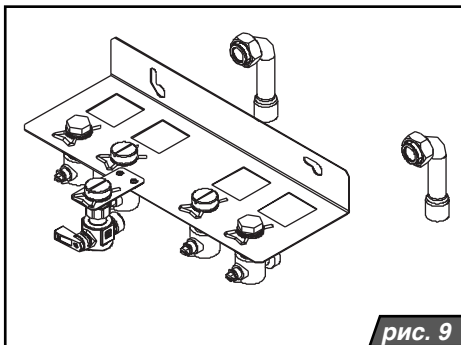

рис. 9
1. Присоединительная рампа, заказ № XXXX (рис. 9)